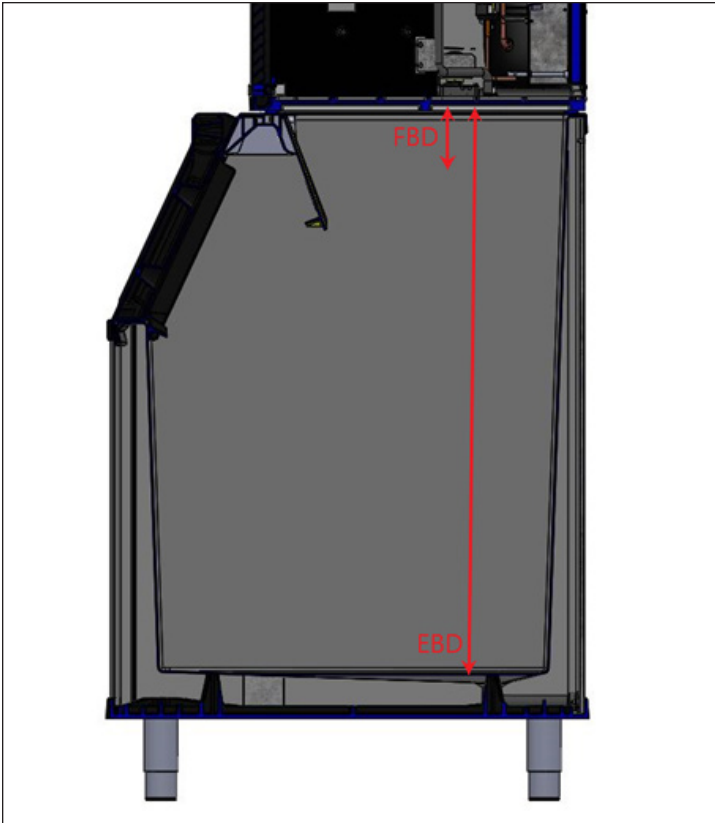

Fig. 1 FBD e EBD.
- La Distanza del contenitore pieno (FBD) è la distanza in centimetri tra il sensore e il ghiaccio quando la macchina entra nello stato di CONTENITORE PIENO con lo smorzatore tenuto giù. Si veda la Fig. 1.
- La Distanza del contenitore vuoto (EBD) è la distanza in centimetri tra il sensore e il fondo dell'unità di conservazione del ghiaccio. Si veda la Fig. 1.